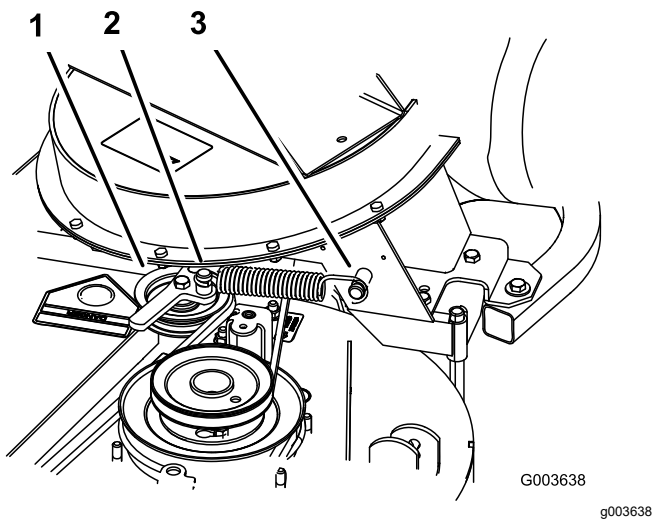

Bild 43
6. Setzen Sie die Feder ein, siehe Bild 43.